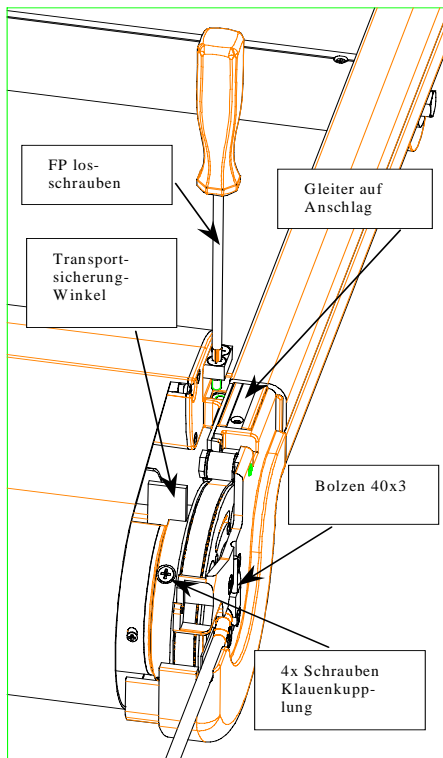
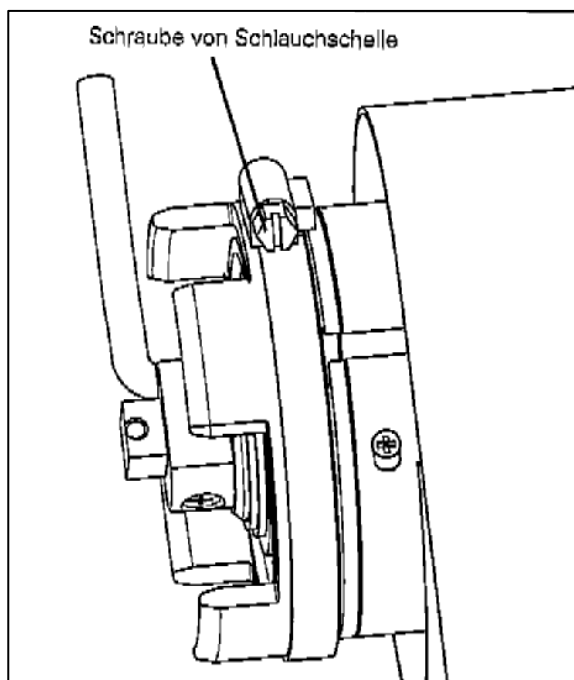

Bild 1: W6 - Motorseite
Bild 7: Anbringung Schlauchschelle
- FP losschrauben (Bild 1).
- Auf der Motorseite die Konsolenabdeckung entfernen und den Bolzen 40x3 am Motorkopf ziehen (Bild 1).
- Die vier radial angeordneten Schrauben aus der Klauenkupplung entfernen (Bild 1).
- Gleiter in der Führungsschiene bis auf Anschlag an der Konsole schieben (Bild 1).
- **Achtung!** Die vier radial angeordneten Schrauben der Klauenkupplung (Bild 1) mit der Schlauchschelle gegen herausdrehen sichern! (Bild 7). Schlauchschelle über den Schraubenköpfen anbringen. Schlauchschelle darf nirgends schleifen.